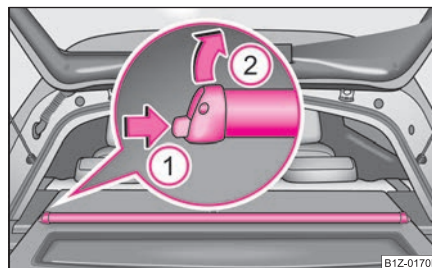

Fig. 53 Demontarea ruloului parasolar
- Desprindeți elementele de fixare de pe raftul portbagajului ③.
- Apăsăți siguranța în sensul săgeții ① și scoateți parasolarul în sensul săgeții ② ⇒ fig. 53. ■